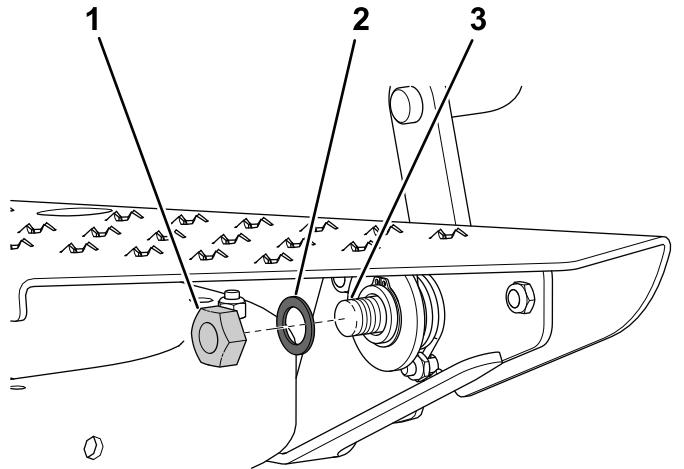

**Figure 8**
7. Fixez le ressort de torsion à la bague à bride avec une rondelle plate ( $1\frac{1}{8}$ " x 2") et une bague de retenue (Figure 8).